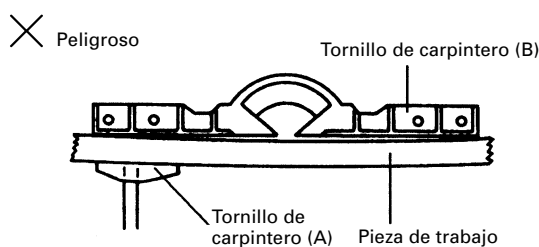
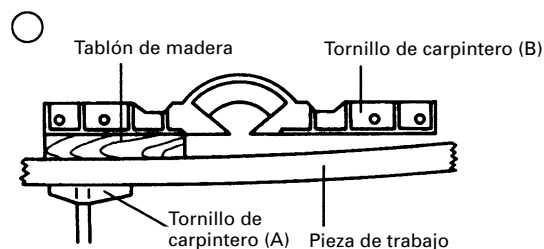

Fig. 22
Fig. 23
Para cortar una pieza de trabajo desnivelada, como la mostrada en la Fig. 22, utilice una placa de madera entre el tornillo de carpintero (B) y la pieza de trabajo, como se muestra en la Fig. 23.